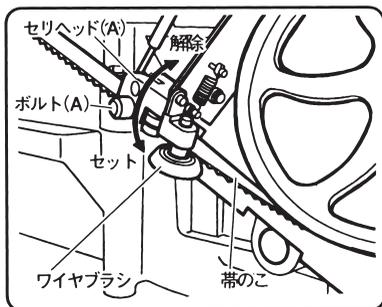

図 21
(2) ワイヤブラシを上方に解除します。(図 21)
(10) ワイヤブラシを下方にセットします。(図 21)